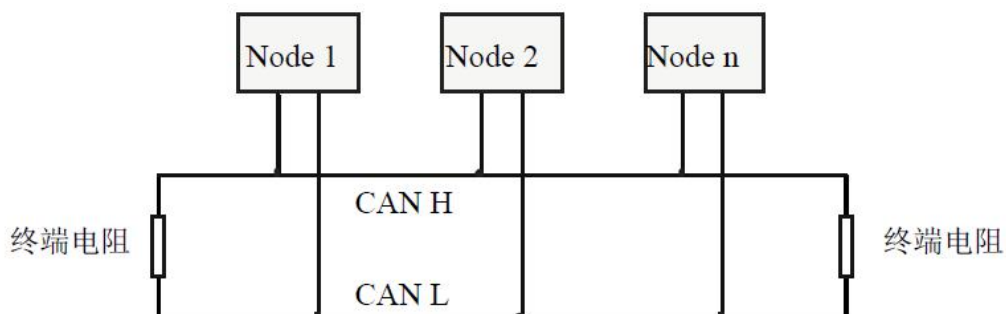

图 3.1 CAN (FD) -bus 网络的拓扑结构
CAN (FD) -bus 网络采用直线拓扑结构，总线最远的 2 个终端需要安装 120  $\Omega$  的终端电阻；如果节点数目大于 2，中间节点不需要安装 120  $\Omega$  的终端电阻。对于分支连接，其长度不应超过 3 米。CAN (FD) -bus 总线的连接见图 3.1 所示。